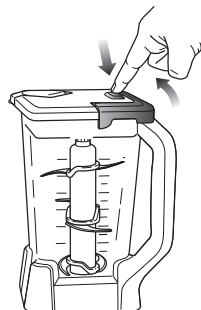

Fig. 10
- 14 Para consistencias más espesas, saque cuidadosamente la tapa y las cuchillas (por su vástago), luego vacíe el interior del recipiente. Para remover la tapa, presione el botón de liberación de la tapa, tire del mango de la tapa hacia arriba hasta un ángulo de 90° y saque la tapa. (Fig. 10)